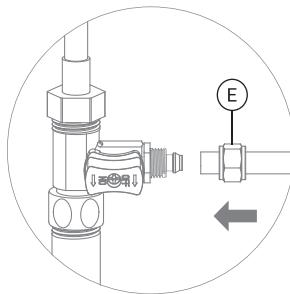
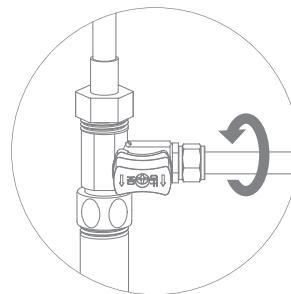

Рис. 7
Рис. 8
9. В гайку (Е) проденьте зеленую трубку 3/8" (рис. 7). Конец трубы наденьте на штуцер адаптер-вентиля до упора и плотно накрутите гайку (рис. 8).